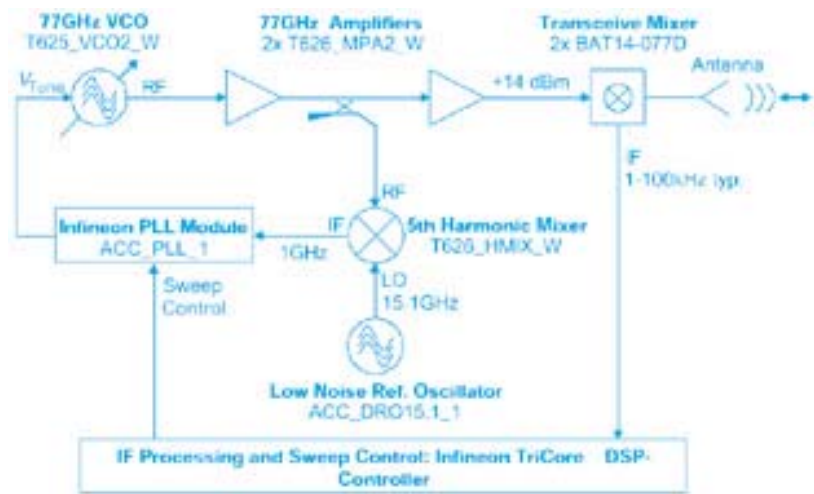

Рис. 4. Структурная схема автомобильного радиолокатора
**Микросхемы для автомобильных радаров.** На рис. 4 приведена структурная электрическая схема радара (mm-W distance radar), работающего на частоте 76.5 ГГц (длина волны около 4 мм) и обнаруживающего пешеходов на расстоянии до 150 м. Радар работает в